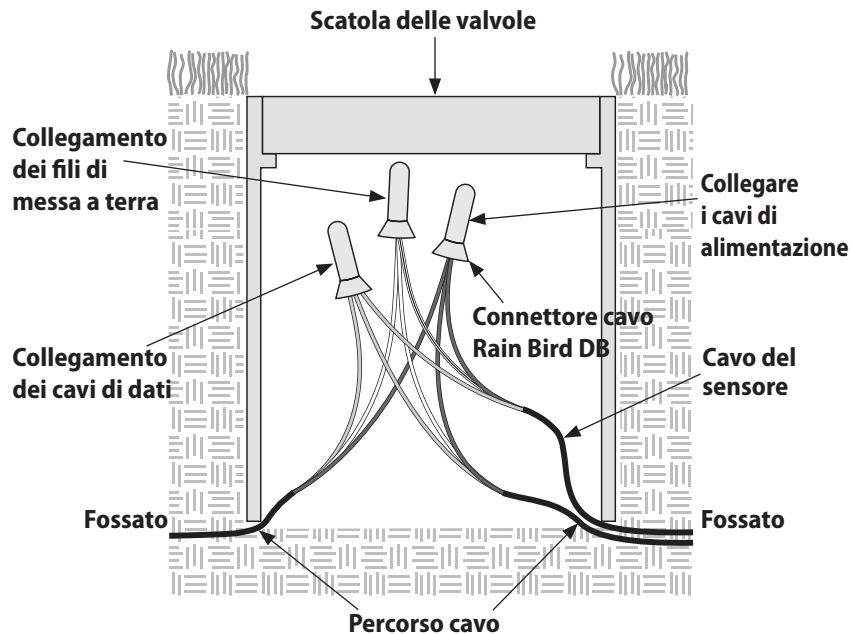

Figura 11 - Schema di cablaggio scatola delle valvole
- 1 In ciascuna scatola delle valvole, individuare e identificare il percorso del cavo e il cavo del sensore come mostrato nella Figura 11.